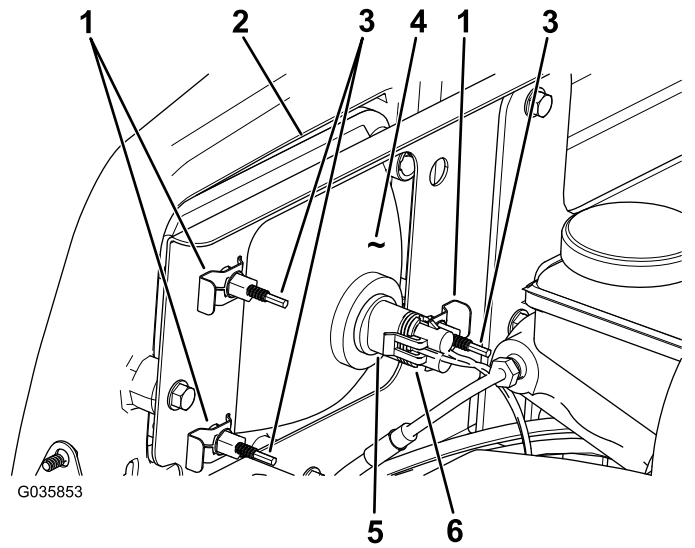

图 42
3. 将线束的电气接头与新灯总成的接头断开 图 42。
4. 卸下将大灯固定至大灯支架上的快速夹 图 42。
5. 将大灯总成从前保险杠的开口向前推出卸下大灯总成 图 42。
6. 通过保险杠开口将新大灯装入 图 42。
8. 将线束的电气接头与灯总成的接头连接 图 42。
2. 在大灯总成背面旋转调节螺丝 图 42 以转动大灯总成调整光束投射的位置。